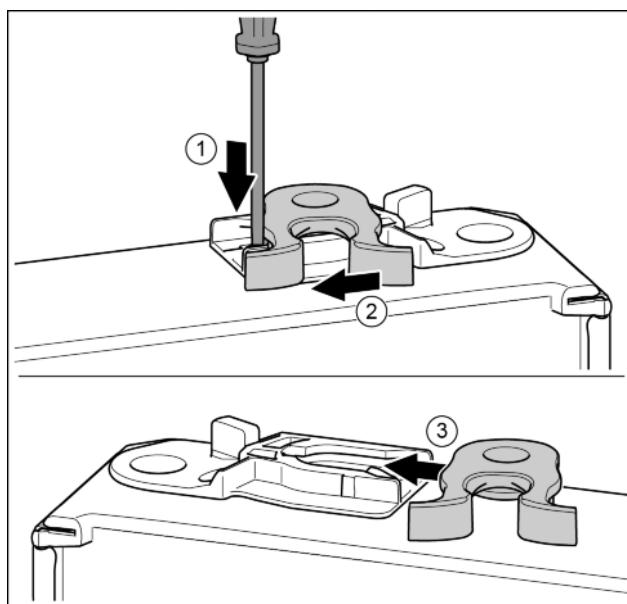

Fig. 13
- ▶ Нажать накладку шлицевой отверткой вниз. Fig. 13 (1)
- ▶ Запорный крючок вывести из направляющей. Fig. 13 (2)
- ▶ Запорный крючок вставить в направляющую с другой стороны. Fig. 13 (3)